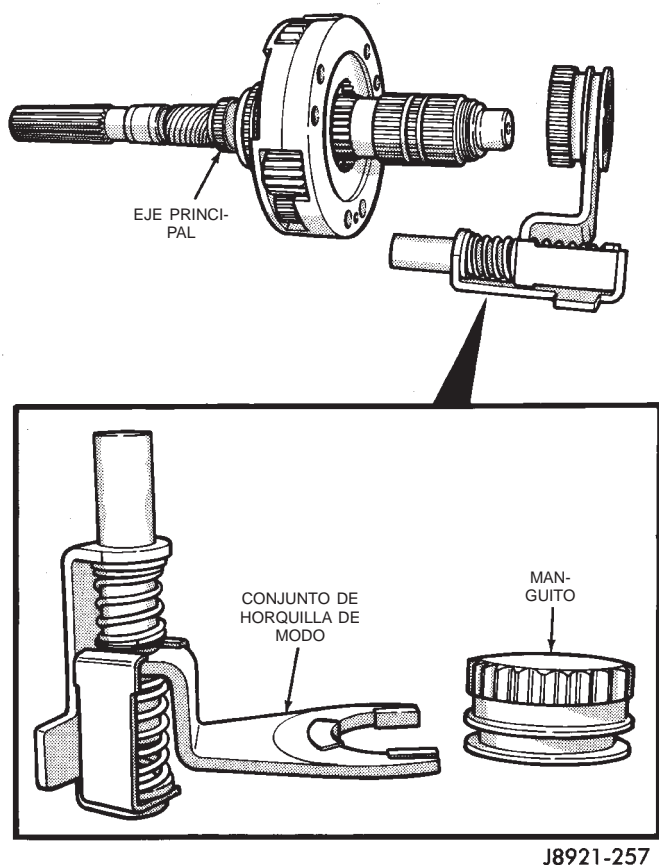

Fig. 29 Desmontaje de horquilla de modo y manguito
(6) Retire el conjunto del manguito de modo y horquilla de modo del eje principal (Fig. 29). Tome nota de la posición del manguito de modo en la horquilla y retire el manguito.